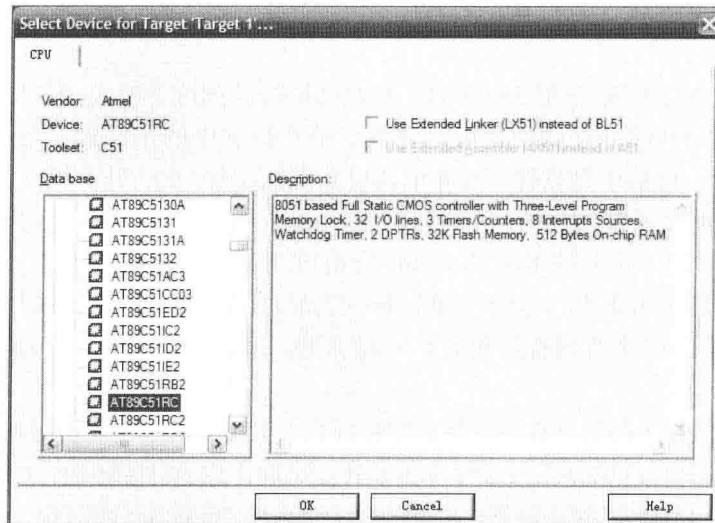

图 1-2 “Select Device for Target 'Target 1'" 对话框
1) 启动 μVision4 并创建一个项目文件 μVision4 是一个标准的 Windows 应用程序，直接在桌面上双击图标即可启动它。在 μVision4 中执行菜单命令“Project”→“New Project”，弹出“Create New Project”对话框，在此可以输入项目名称（建议每个项目使用一个独立的文件夹）。输入新建项目名后，单击“确定”按钮，弹出如图 1-2 所示的“Select Device for Target 'Target 1'" 对话框。在此对话框中，根据需要选择合适的单片机型号。执行菜单命令“Project”→“Select Device for Target”也会弹出图 1-2 所示的对话框。
在图 1-2 中，左侧“Data base”栏列出了各厂商名及其产品，右侧“Description”栏是对该选中单片机的说明。选择了目标器件后，单击“OK”按钮，将弹出图 1-3 所示的对话框。在此对话框中，询问用户是否将标准的 8051 启动代码复制到项目文件夹并将该文件添加到项目中。如果单击“否”按钮，项目窗口中将不添加启动代码；如果单击“是”按钮，项目窗口中将添加启动代码。二者的区别如图 1-4 所示。